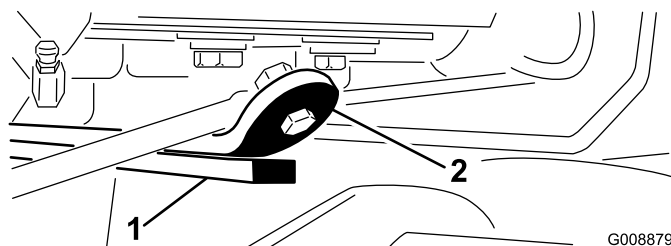

Bild 14
3. Starten Sie den Motor, heben die Mähwerke an und prüfen, ob der Abstand zwischen der Abnutzungsleiste an der Oberseite des hinteren Mähwerks und der Stoßstangenbefestigung zwischen 0,51 und 2,54 mm liegt (Bild 14).